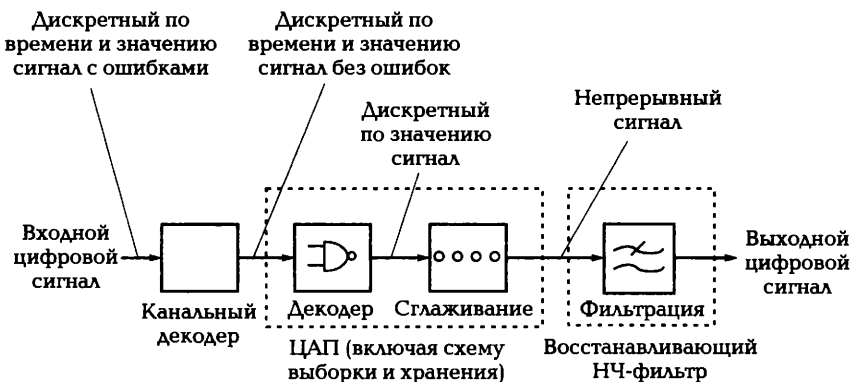

Рис. 5.4. Схема цифроаналогового преобразования
*Цифроаналоговое преобразование* в общем случае происходит в два этапа, как показано на рис. 5.4. На первом этапе из потока цифровых данных с помощью цифроаналогового преобразователя (ЦАП) выделяют отсчеты сигнала, следующие с частотой дискретизации. На втором этапе из дискретных отсчетов путем сглаживания (интерполяции) формируется непрерывный аналоговый сигнал с помощью фильтра низкой частоты, который подавляет периодические составляющие спектра дискретного сигнала.